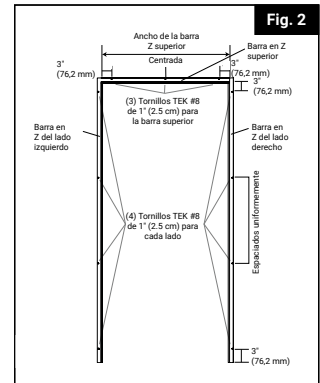

Fig. 2
Mesurer la distance entre la barre en Z de gauche et la barre en Z de droite et couper la barre en Z de linteau à la longueur voulue (Fig. 2). Fixer la barre en Z de linteau en place à l'aide de (3) vis Tek no 8 x 1 po (25 mm) (Fig. 2).
Mida desde la barra en Z izquierda hasta la barra en Z derecha y corte la barra en Z superior al largo adecuado (Fig. 2). Fije la barra en Z superior en su lugar con (3) tornillos TEK #8 de 1" (2.5 cm) (Fig. 2).